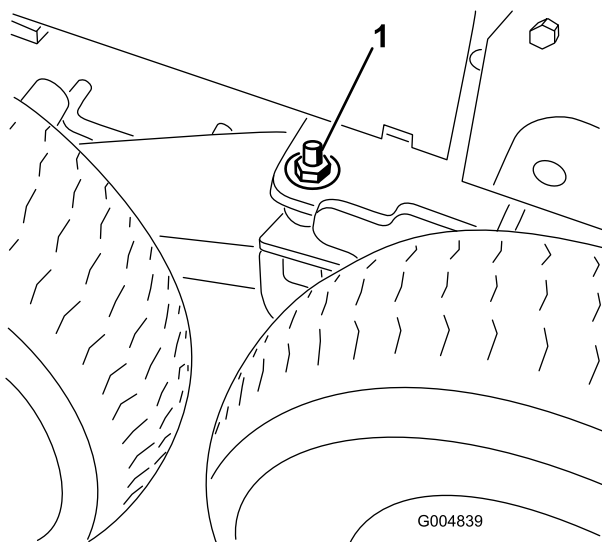

Figura 41
2. Retire la arandela plana ($\frac{1}{2}$ ") y la tuerca ($\frac{1}{2}$ ") instaladas en el espárrago de cada pivote del bogie (Figura 41).